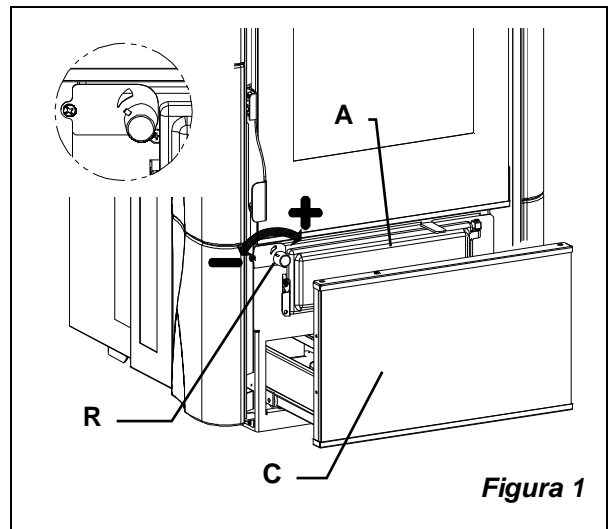

Figura 1
Il vetroceramico della porta, in un unico pezzo (resistente fino a 700°C), consente un'affascinante vi sta sulle fiamme ardenti ed impedisce ogni fuoriuscita di scintille e fumo. Sotto il bruciatore del pellet (B) si trova un cassetto estraibile per la raccolta della cenere accessibile dallo sportello Figura 1 pos.A. La maggior parte della cenere prodotta dalla combustione della legna rimane all'interno del copri bruciatore (CB).
Registro aria (R) (Figura 1)